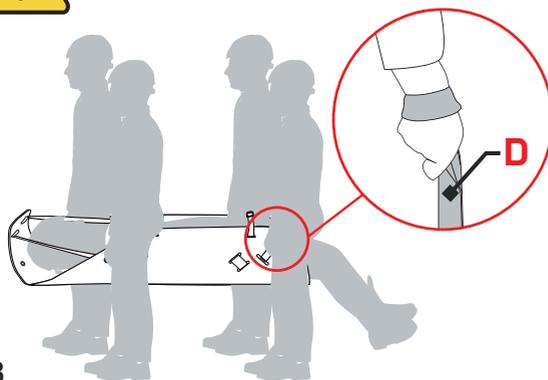
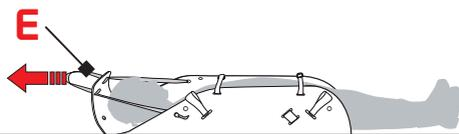
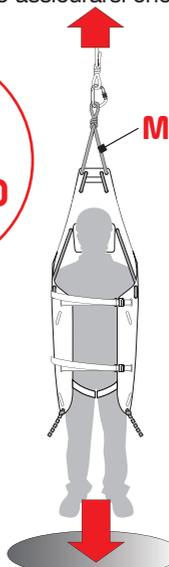

Fig.3
Fig.4
Fig.5
Trasporto mediante le maniglie (D) (fig. 3)	150 kg
Trascinamento mediante la fettuccia (E) (fig. 4)
Il telo “**HALF ROLLY**” è adatto per sollevare e trasportare il paziente mediante le maniglie laterali (fig. 3), trascinarlo mediante la fettuccia (E) (fig. 4) e sollevarlo/calarlo in verticale mediante la corda statica (fig. 5 e 6).